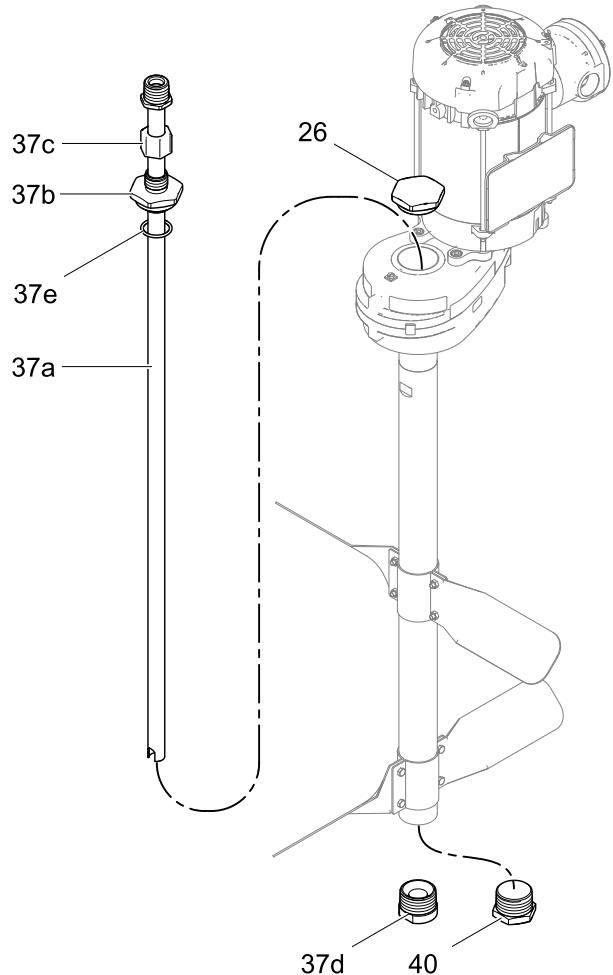

Figure 3 Трубка сифона
1. Установите нижнюю заглушку (40) с подшипником скольжения (37d) и затяните подшипник гаечным ключом. См. рис. 3.
3. Установите на место верхнюю заглушку (26) вместе с только что собранным узлом фиксатора трубки сифона/уплотнительного кольца. Оставьте стопорную гайку (37c) на фиксаторе трубки сифона, но не затягивайте ее. Используя гаечный ключ, плотно вверните узел фиксатора трубки сифона/уплотнительного кольца в верхнюю часть корпуса мешалки.